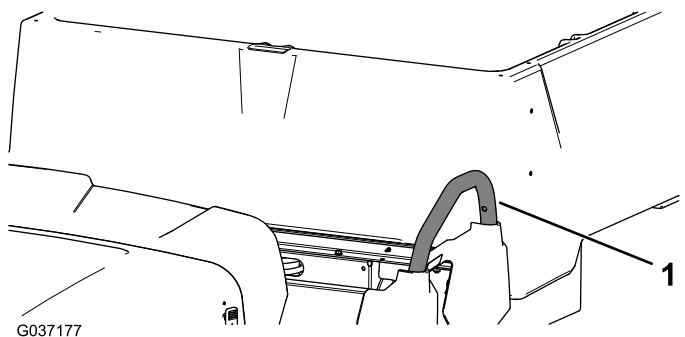

Figura 9
2. Retire os três parafusos e três porcas que prendem o corrimão esquerdo e retire-o (Figura 9).
8. Instale o corrimão esquerdo previamente removido utilizando os três parafusos e três porcas (Figura 9).